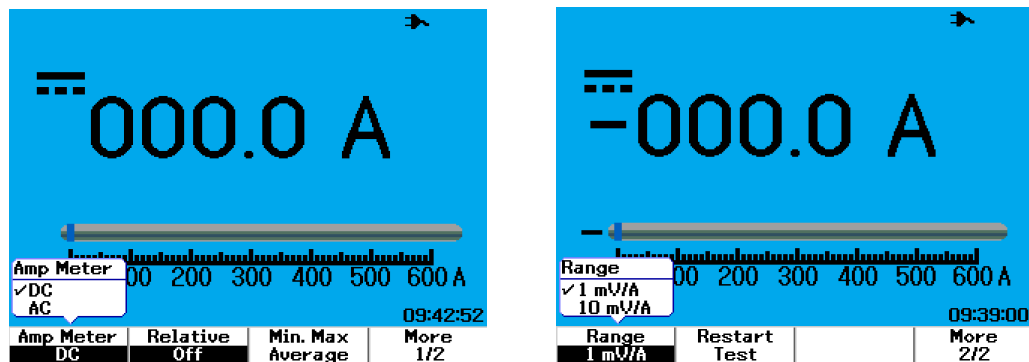

Figure 4-9 Mesures de courant
- 4 Dans le sous-menu de l'ampèremètre, appuyez sur F1 pour sélectionner la mesure du courant AC ou du courant DC (reportez-vous à la Figure 4-9).
- 7 Appuyez sur F1 dans la page 2/2 pour sélectionner la plage de mesure (reportez-vous à la Figure 4-9). La plage de mesure est sélectionnée en fonction des paramètres de l'adaptateur de courant (1 mV/A ou 10 mV/A).